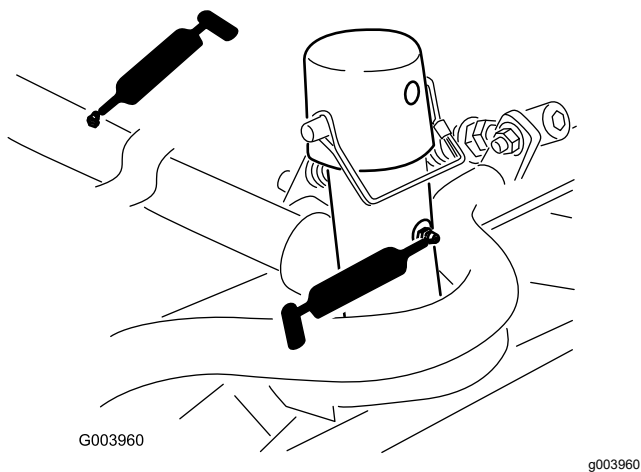

Figura 75
- Bastidor de tiro y pivote de la unidad de corte (2 en cada) (Figura 75).